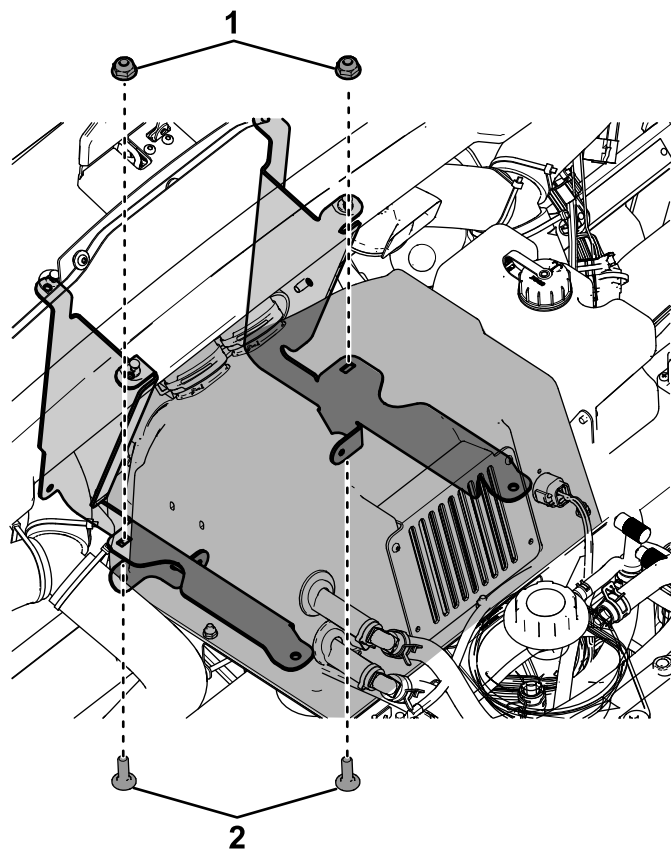

Figura 18
2. Fije la parte trasera del conjunto de caja de calentador a los soportes del salpicadero en la máquina con 2 pernos de cuello cuadrado (1/4" x 3/4") y 2 contratuercas (1/4"); consulte la Figura 18.